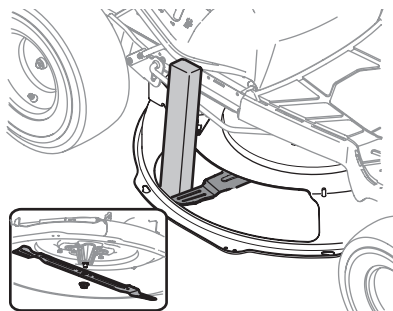

Figura 40
2. Usar un bloque de madera al menos 2" x 4" (51 mm x 102 mm), insértelo dentro de la abertura de la plataforma y haga girar la cuchilla hasta que la madera haga cuña entre la abertura de la plataforma y la cuchilla de corte (Figura 40).
3. Extraiga la tuerca de brida hexagonal que asegura la cuchilla al montaje del husillo (el recuadro de la Figura 40).